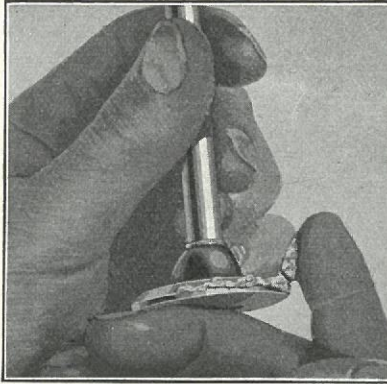

Fig. 222
- (b) Ved Slibning af Ventilerne anbringes en Smule Slibemasse paa Ventilkeglen (Fig. 222).